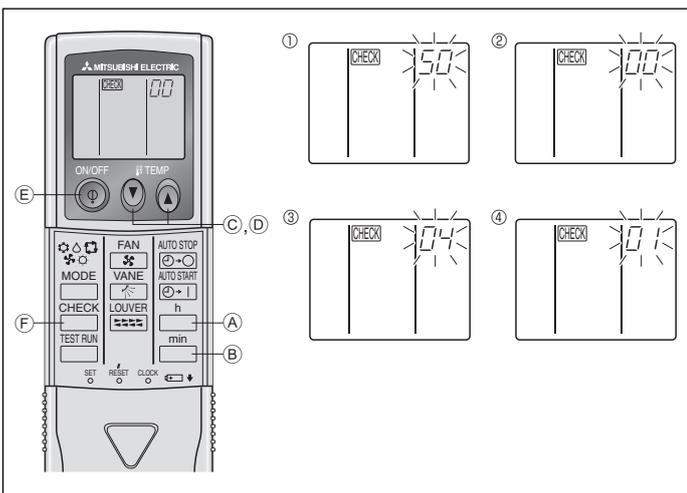

Fig. 6-10
- ⑧ Appuyer sur la touche MODE ⑥, les numéros de programmation et de mode (Ⅰ) et (Ⅱ) changeront et seront continuellement affichés, et les détails de la programmation pourront être confirmés.
- ⑨ Appuyer simultanément sur les touches FILTER ④ et TEST RUN ⑤ pendant au moins 2 secondes. L'écran de sélection des fonctions apparaît momentanément, et l'affichage d'arrêt du climatiseur apparaît.
2) Pour la télécommande sans fil infrarouge (Fig. 6-10)